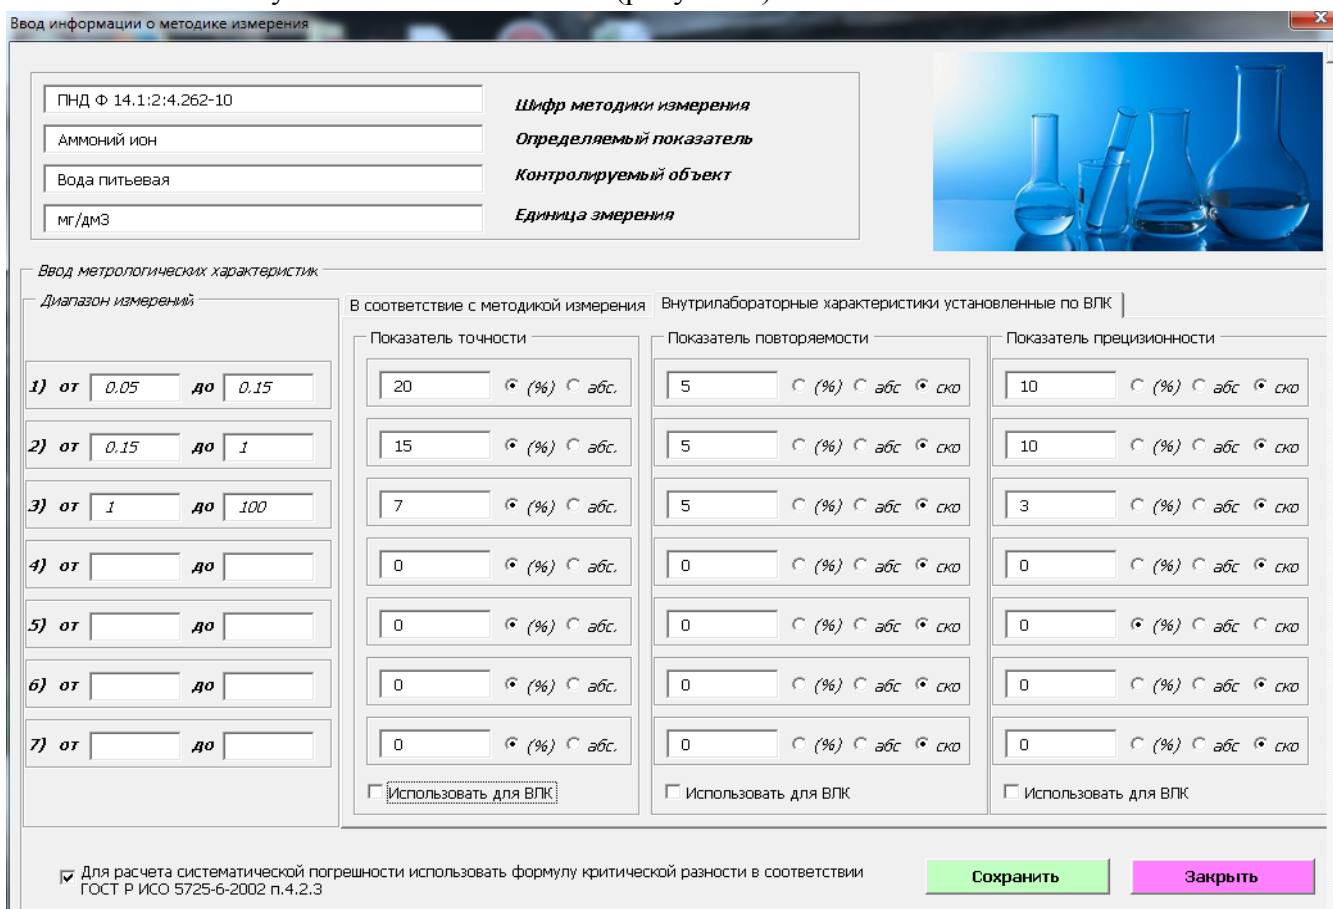

Рисунок 5
3.3.4. Для ввода внутрилабораторных метрологических показателей необходимо перейти на вкладку «Внутрилабораторные характеристики установленные по ВЛК» (рисунок 5)